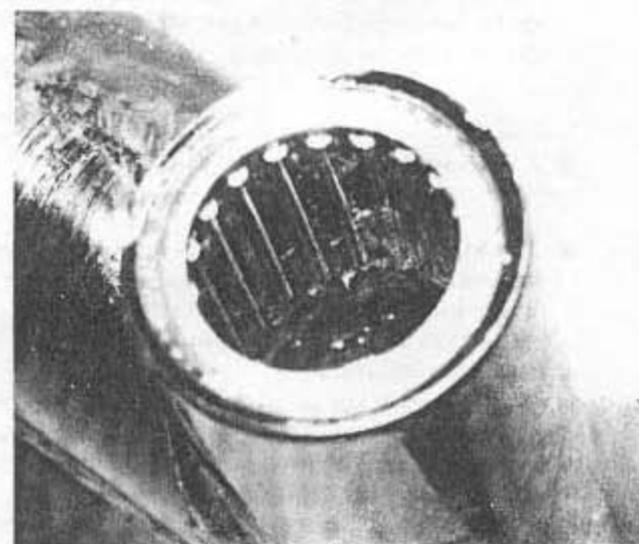

Bild 244
- Die käfiggeführten Nadellager lassen sich mit einem langen Rundeisen aus dem Querträger austreiben (Bild 244). Da die Käfige durch die Metallstange beschädigt werden, lassen sich die Lager nur zum Erneuern ausbauen. Die Überprüfung muss also in eingebautem Zustand erfolgen. Die Aussenseite der Lagerkäfige neuer Nadellager ist vor dem Eintreiben gut einzufetten, bevor sie eingetrieben werden. Man vergewissere sich auch, dass die daran angebrachte Körnermarkierung nach *ausen* zeigt.